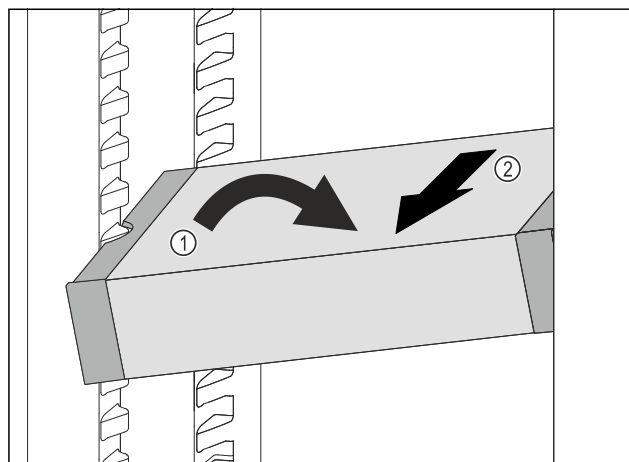

Fig. 89
- ▶ Наклонете VarioSafe в хладилната част. Fig. 89 (1)
- ▶ Извадете VarioSafe напред. Fig. 89 (2)